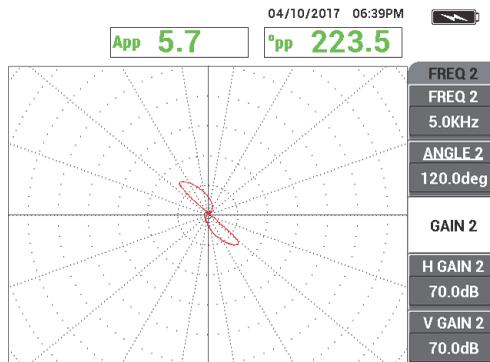

図 5-166 1.3mm 貫通穴の周波数 2 スキャン信号
6. 1.3mm 貫通穴をゆっくりスキャンし、必要に応じて消去フットスイッチを押して画面を消去します。NORTEC 600 画面でホール信号が表示されたら、フリーズキー (❄) (247 ページの図 5-166) を押します。